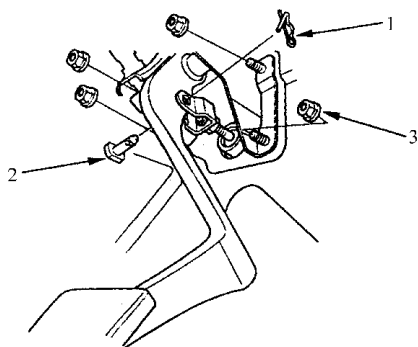

图 4-3 拆卸离合器管路
2) 如图 4-3 所示,拆除止动夹。断开离合器管路,用维修布将离合器管路的末端塞起来,以避免制动液溢出。